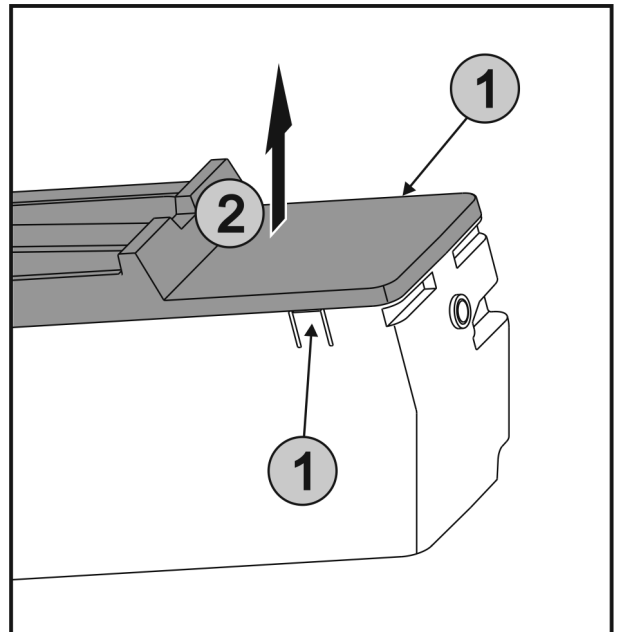

Fig. 57
- ▶ Appuyer simultanément sur les languettes Fig. 57 (1) des deux côtés de l'EasyTwist-Ice et retirer le couvercle Fig. 57 (2) vers le haut.